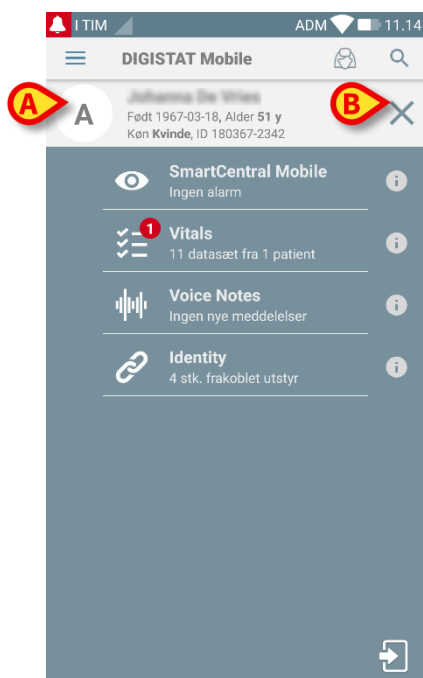

Fig 37
På denne måde vælges patienten (Fig 37).
Patientdataene står øverst på siden (Fig 37 **A**). Dataene i samtlige DIGISTAT® Mobile moduler filtreres nu på baggrund af patienten (dvs. kun alarmer/beskeder vedrørende den valgte patient vises).
- Berør krydset, der er angivet i Fig 37 **B**, for at fravælge patienten og vende tilbage til “Alle patienter” funktionen igen.
På denne måde vælges patienten. Skærmen i Fig 37 (eksempel) vises.
På denne måde vælges patienten. Skærmen i Fig 37 vises.